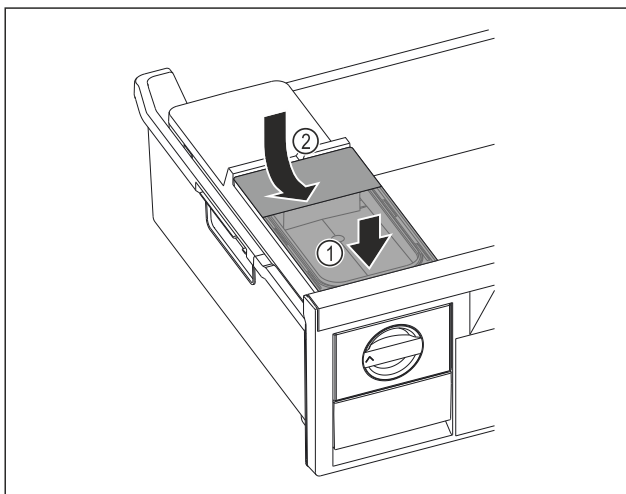

Fig. 157
- ▶ Помістити бак для води спереду. Fig. 157 (1)
- ▶ Опустити бак для води ззаду. Fig. 157 (2)